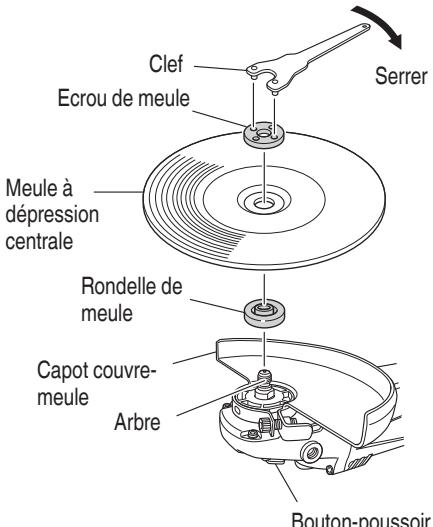

Fig. 5
S'assurer que la bouton-poussoir n'est pas engagée appuyant dessus deux ou trois fois avant de mettre la meuleuse à disque en marche. (Fig. 5)
- (1) Mettre la meuleuse à disque à l'envers de façon que l'arbre soit dirigé vers le haut.
- (2) Aligner l'entaille de forme ovale de la rondelle de meule avec l'encoche de l'arbre, puis les attacher.
- (3) Positionner la protubérance de la meule à dépression centrale sur la rondelle de meule.
- (4) Visser l'écrou de meule sur l'arbre.
- (5) Tout en poussant sur le bouton-poussoir avec une main, verrouiller l'arbre en tournant doucement la meule à dépression centrale avec l'autre main. Serrer l'écrou de meule en utilisant la clé fournie comme montré sur la Fig. 5.
- (6) La taille de la roue doit correspondre à la taille de la garde; à savoir, une nouvelle roue de 7" ne peut pas être utilisée avec une garde de 9".